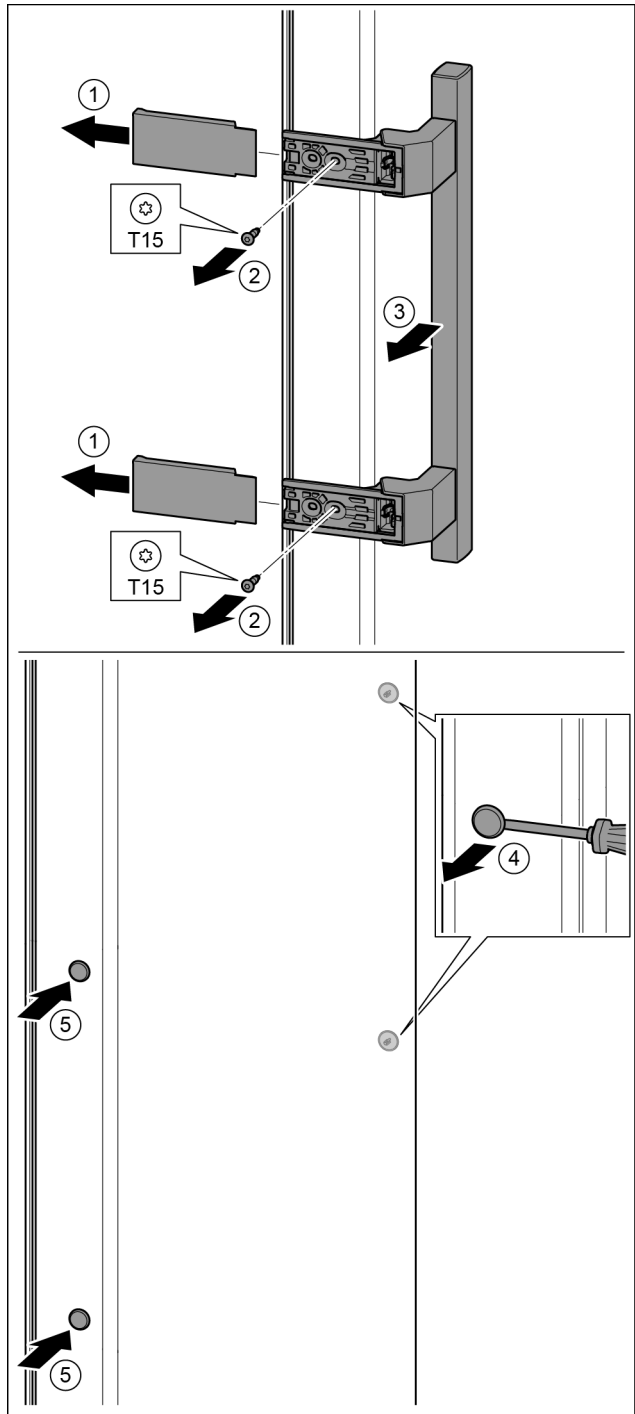

Fig. 18
- ▶ Зніміть кришку. Fig. 18 (1)
- ▶ Викрутіть гвинти за допомогою викрутки T15. Fig. 18 (2)
- ▶ Зніміть ручку. Fig. 18 (3)
- ▶ За допомогою шлицевої викрутки обережно підійміть бокову пробку та витягніть її. Fig. 18 (4)
- ▶ Знову вставте пробку з іншого боку. Fig. 18 (5)